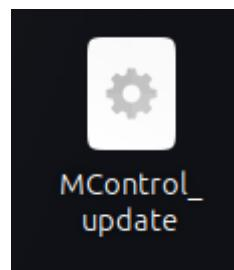

Рисунок II-27 – Файл «MControl_update»
3. Запустите файл «MControl_update» на рабочем столе (см. Рисунок II-27).